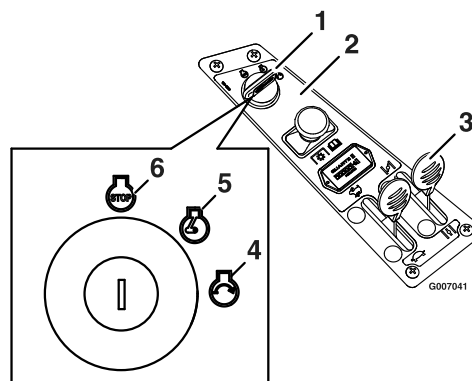

Figura 11
4. Gire la llave de contacto a Arranque para activar el motor de arranque. Cuando el motor arranque, suelte la llave (Figura 11).
5. Si el motor se cala o funciona de forma irregular, mueva la palanca del estérter hacia adelante un poco durante unos segundos (Figura 11).
1. Ponga el acelerador a un punto entre Rápido y velocidad media (Figura 11).
3. Gire la llave de contacto a Desconectado (Figura 11).